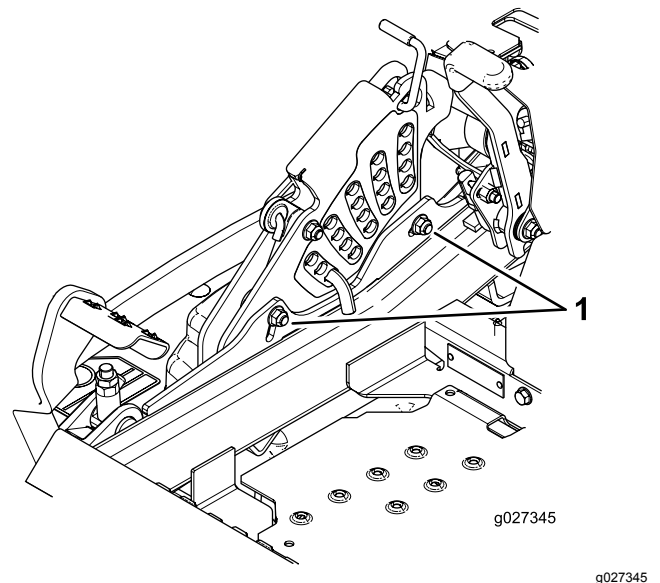

Figura 95
11. Para ajustar el sistema de ajuste de un solo punto, afloje los 2 pernos situados cerca del borde inferior de la pletina de altura de corte (Figura 95).
13. Apriete los 2 pernos en el borde inferior de la pletina de altura de corte (Figura 95).